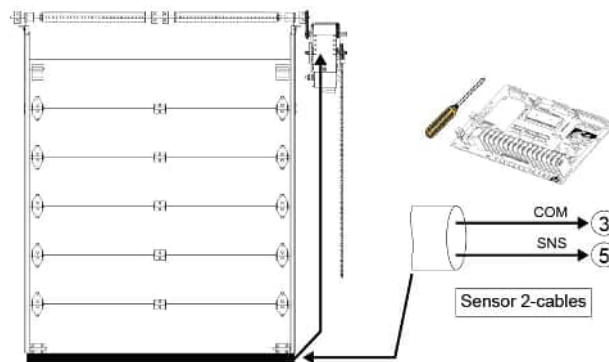

Figura 17 - Borde de detección eléctrico
3. Utilizar un cable en espiral o carrete de recogida para conectar los cables del sensor de inversión a los terminales del operador. Instalar los cables eléctricos de acuerdo a la Figura 17.